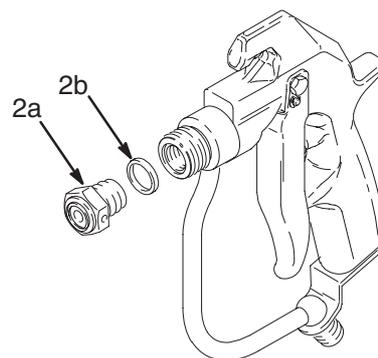

Fig. 7 03969
3. Dévisser le siège de la vanne (2a). Retirer le joint d'étanchéité (2b). Voir Fig. 7.